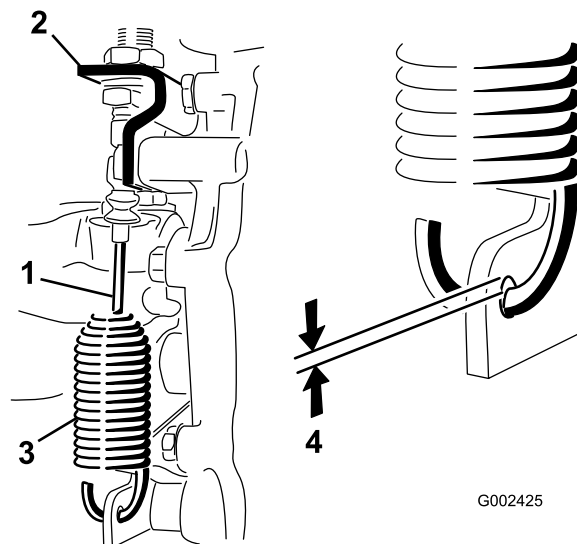

Figure 44
2. Desserrez les écrous de blocage qui fixent le câble de blocage du différentiel au support sur la boîte-pont (Figure 44).